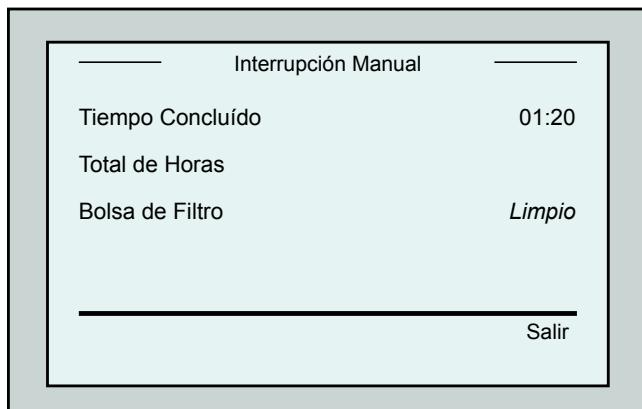

Figura 5: Pantalla *Interrupción Manual*
3. En la pantalla Cuenta Regresiva (Figura 4), oprima **Parar**. La pantalla de la MMI exhibirá el mensaje: "Parando el robot – por favor espere". Luego de 5 segundos aparecerá la pantalla *Interrupción Manual* (Figura 5).